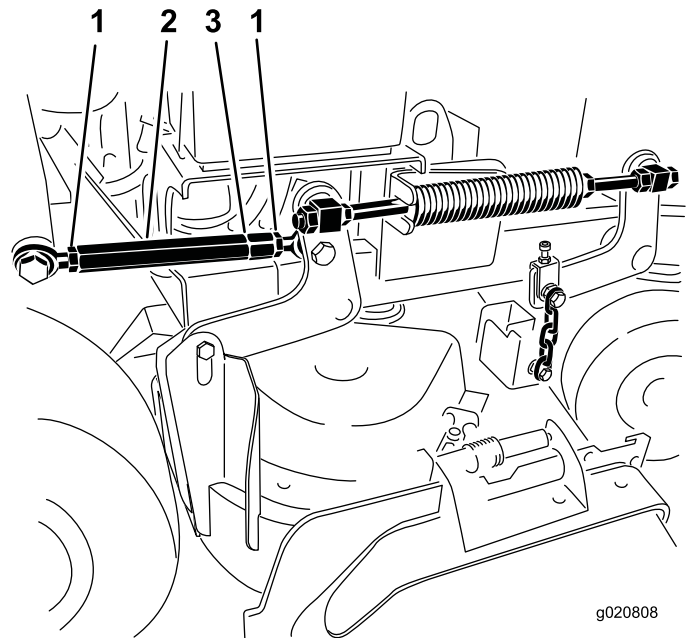

Figure 86
4. Desserrez les écrous de blocage à chaque extrémité du tendeur (Figure 86).
Remarque: L'extrémité du tendeur portant la gorge est filetée à gauche (Figure 86).